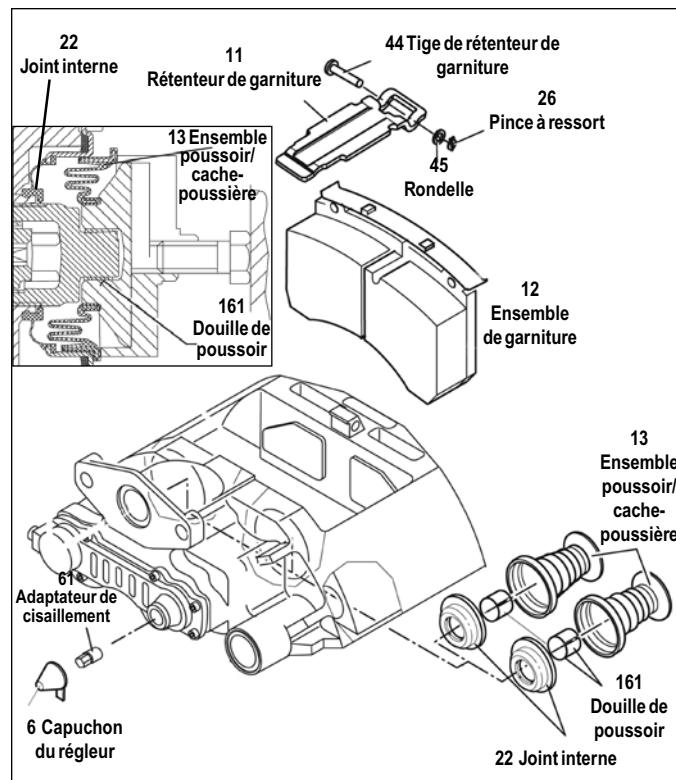

FIGURE 46 - VUES EXPLOSÉE ET EN SECTION DE L'ADB
5.4.5 Réinstallation. Avant d'installer le récepteur de frein, le collet de l'actionneur (Cf. Figure 46, flèche « C ») doit être nettoyé et inspecté. Consulter le manuel du véhicule. La coupelle sphérique du levier (19) doit être graissée avec de la graisse blanche (numéro de pièce I14525 ou K021964). Ajouter de la graisse sur le joint en caoutchouc du récepteur.